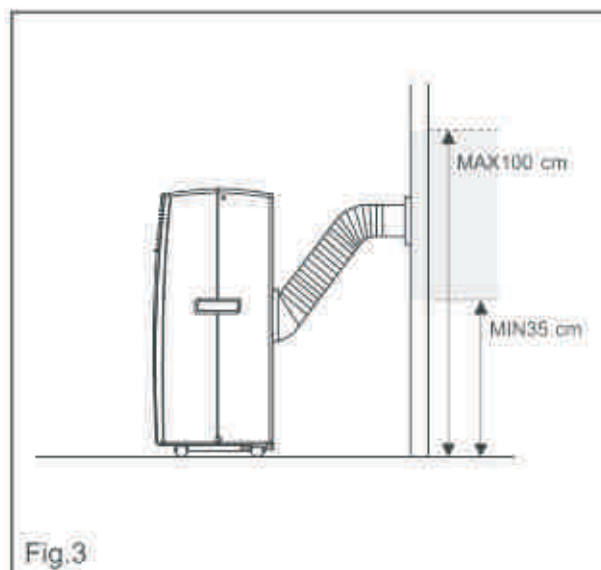

Fig.3
- Inserire l'altra estremità del flessibile di scarico nella flangia fissata in precedenza al muro come illustrato nella Fig. 3.